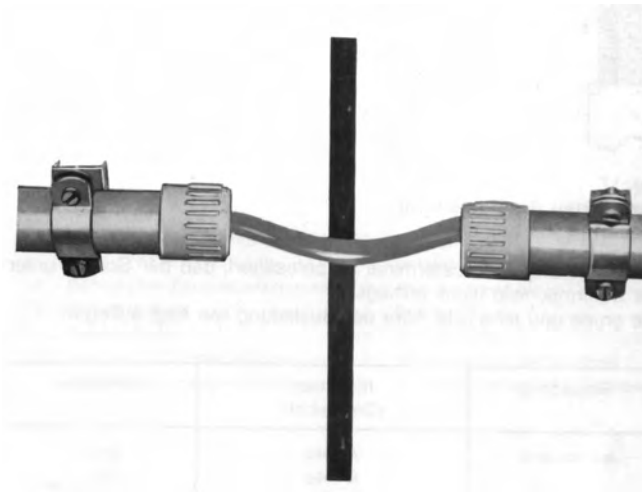

Bild C-2 Unterbrechung des Schutzrohres an einer Dehnfuge
- bei 90° Bögen und bei Gebäudefugen (z.B. Dehnfugen) ist eine Unterbrechung des Schutzrohres erlaubt, wenn die Beschädigung der Busleitung (z.B. durch herabfallende Teile) ausgeschlossen werden kann (siehe Bild C-2).